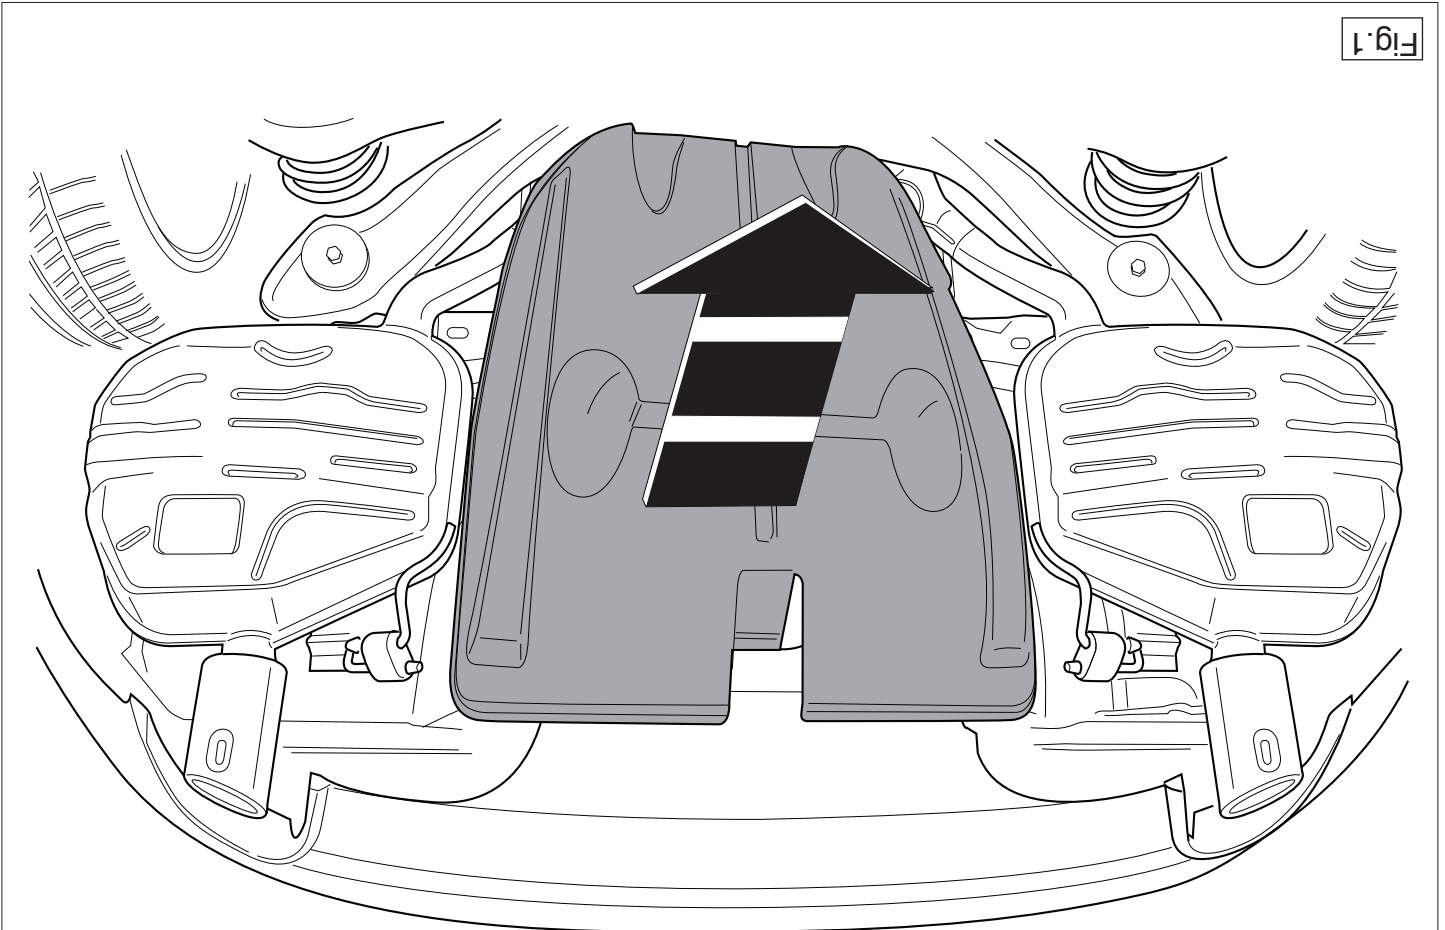

Fig. 1
1. Remove, if present, the plastic cover plate in the centre on the underside. See figure 1.
1. An der Unterseite in der Mitte, falls vorhanden, die Abdeckplatte aus Kunststoff demontieren. Siehe Abbildung 1.
1. Démontez, si présent, la plaque de recouvrement en plastique au milieu de la partie inférieure. Voir la figure 1.
- Demonter, om de findes, kunststof dækkepladen midt på undersiden. Se fig. 1.
- Снять, если имеются, пластмассовую закрывающую пластину снизу в середине. См. рисунок 1..